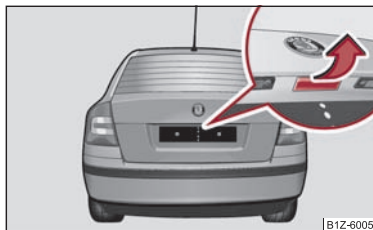

Fig. 27 Asidero de la tapa del maletero
- Presione el asidero ⇒ fig. 27 y levante al mismo tiempo la tapa del maletero.